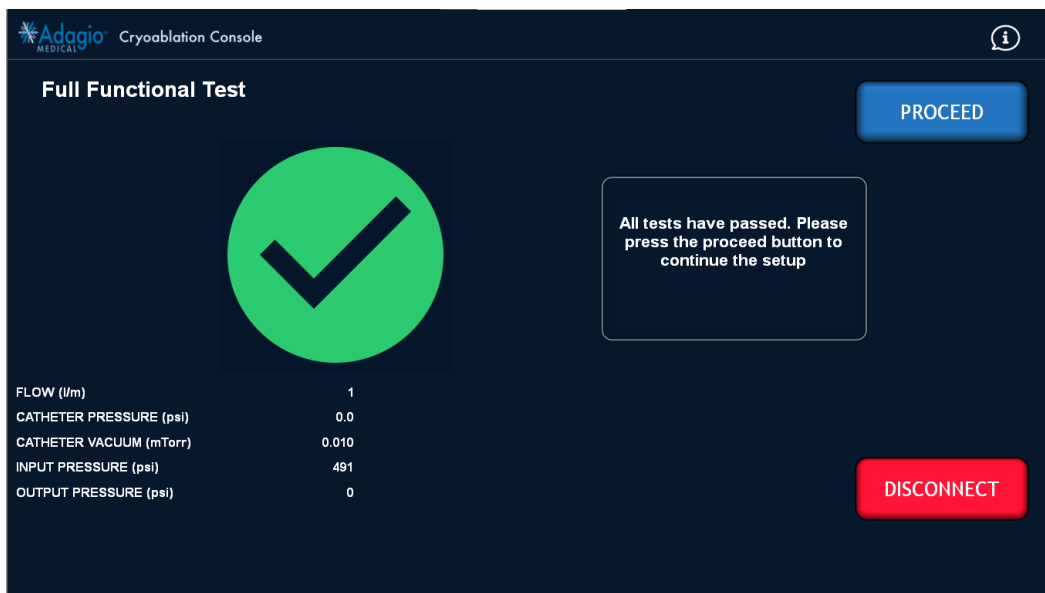

Abbildung 45 – Bildschirmanzeige: Vollständige Funktionsprüfung abgeschlossen
14. Nach Abschluss der vollständigen Funktionsprüfung auf die Schaltfläche „PROCEED“ (Weiter) drücken, um den Modus „Full Functional Test“ (Vollständige Funktionsprüfung) zu beenden (Abbildung 45).